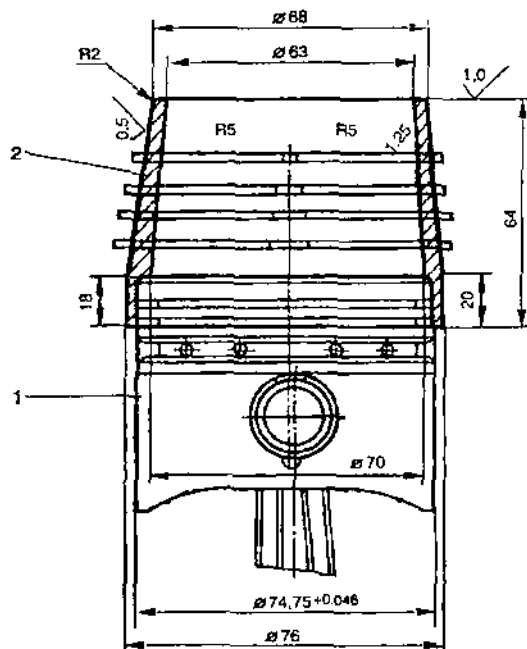

РИС. 2.27.3. Оправка для надевания на поршень поршневых колец:
6. В нижнюю канавку устанавливаются нижний диск, многофункциональный расширитель, верхний диск маслосъемного кольца, а затем нижнее фосфатированное и верхнее хромированное кольца (рис. 2.27.3).